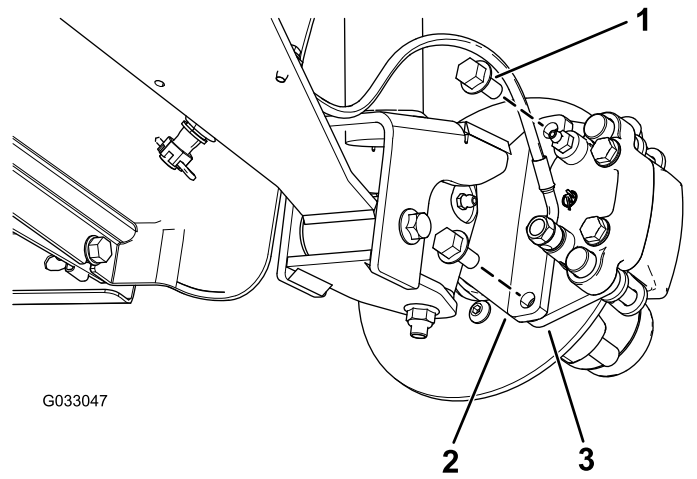
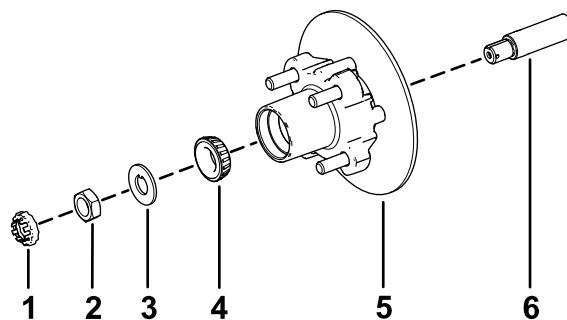

Figure 29
Figure 33
3. Retirez les boulons à embase ($\frac{3}{8} \times \frac{3}{4}$ po) qui fixent le support du frein à la fusée et séparez le frein de la fusée (Figure 29).
1. Appliquez une fine couche de la graisse spécifiée sur la fusée (Figure 33).
2. Montez le moyeu et le disque sur la fusée, en plaçant le disque à l'intérieur (Figure 33).
3. Montez le roulement extérieur sur la fusée et poussez-le contre la bague extérieure (Figure 33).
4. Placez la rondelle à languette sur la fusée (Figure 33).
5. Vissez l'écrou de fusée sur la fusée et serrez-le à 15 N·m (11 pi-lb) tout en tournant le moyeu pour asseoir le roulement (Figure 33).
2. Placez les plaquettes de frein de chaque côté du disque (Figure 29), puis alignez les trous du support d'étrier et les trous du support de frein sur le porte-fusée (Figure 33).
3. Fixez le support d'étrier au porte-fusée (Figure 29) à l'aide des 2 boulons à embase ($\frac{3}{8} \times \frac{3}{4}$ po).